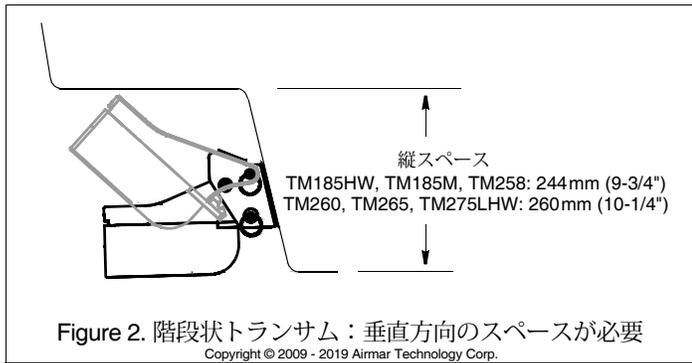

Figure 2. 階段状トランスデューサー：垂直方向のスペースが必要
- 段付きトランスデューサー-トランスデューサーを解放して上向きに回転させるのに十分な垂直スペースがブラケットの上にあることを確認して、トランスデューサーを最下段に取り付けます (図2)。